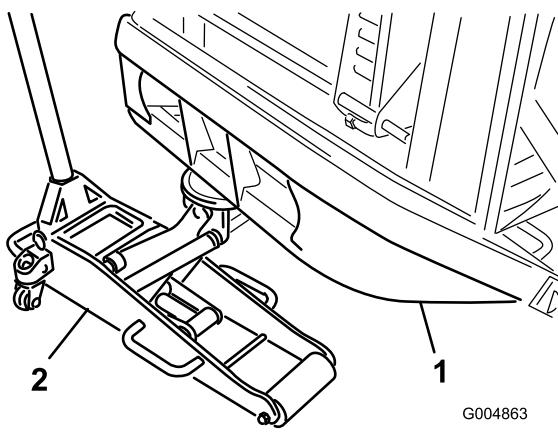

Figura 29
1. Collocate un martinetto adatto allo scopo sotto il tubo del paraurti posteriore, sollevate la parte posteriore della macchina e sostenetela con cavalletti (Figura 29).